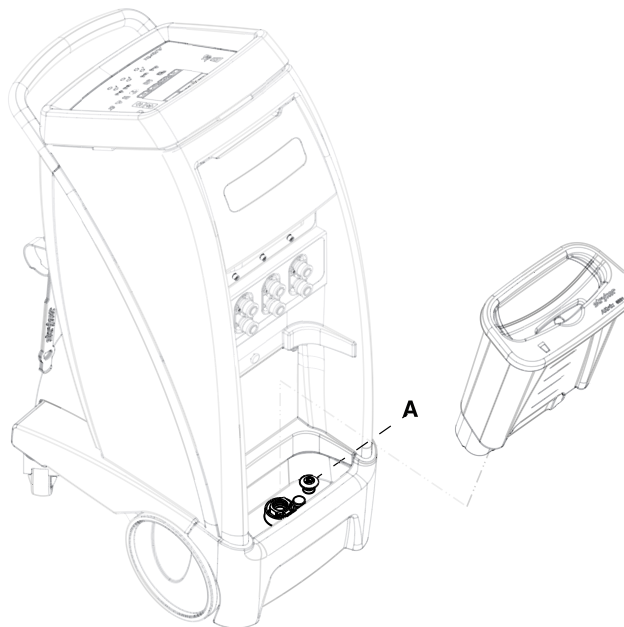

Figura 4-20: Tapón de desagüe
2. Extraiga el depósito y empuje hacia arriba el tapón de desagüe del controlador (A) para abrir el desagüe (Figura 4-20 de la página 4-37).